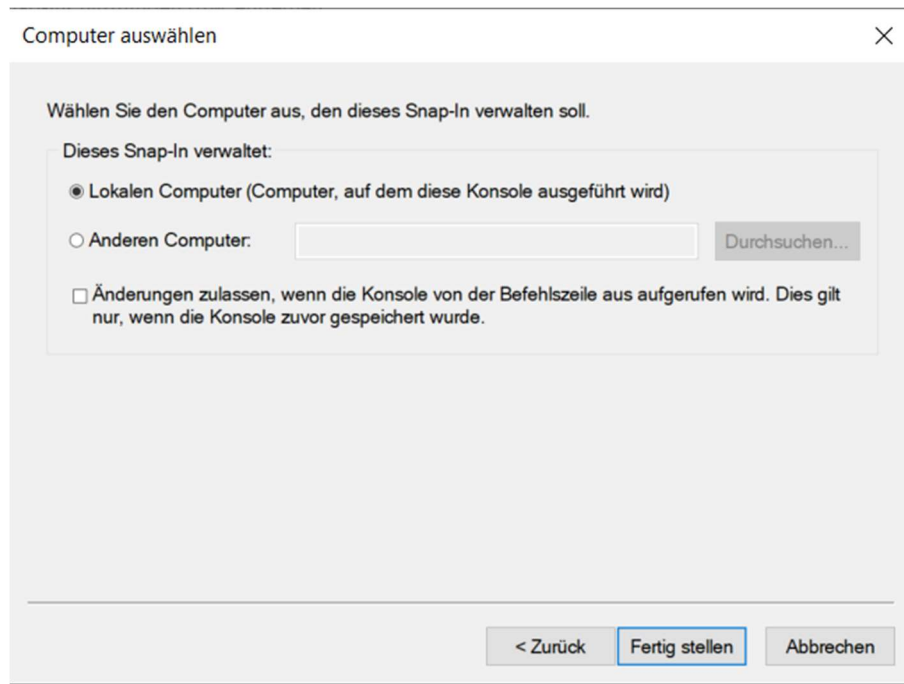

Bild 5.4: Computerauswahl [3]
- Man belässt die Markierung auf *Lokalem Computer (...)* und klickt dann auf *Fertig stellen* (Bild 5.4).